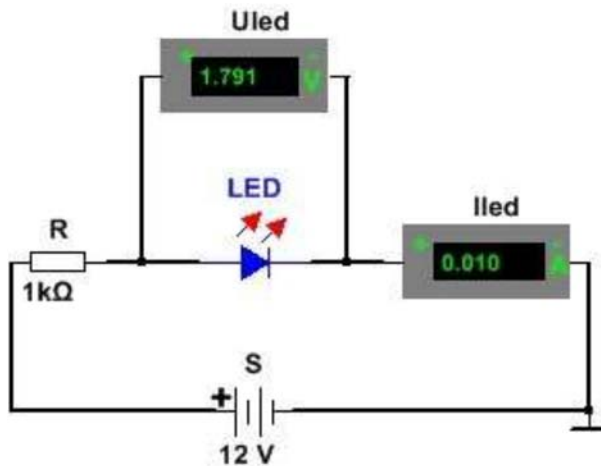

Figura 11. Circuit pentru trasarea caracteristicii statice a unui LED
1. Se realizează practic montajul din figura 11;